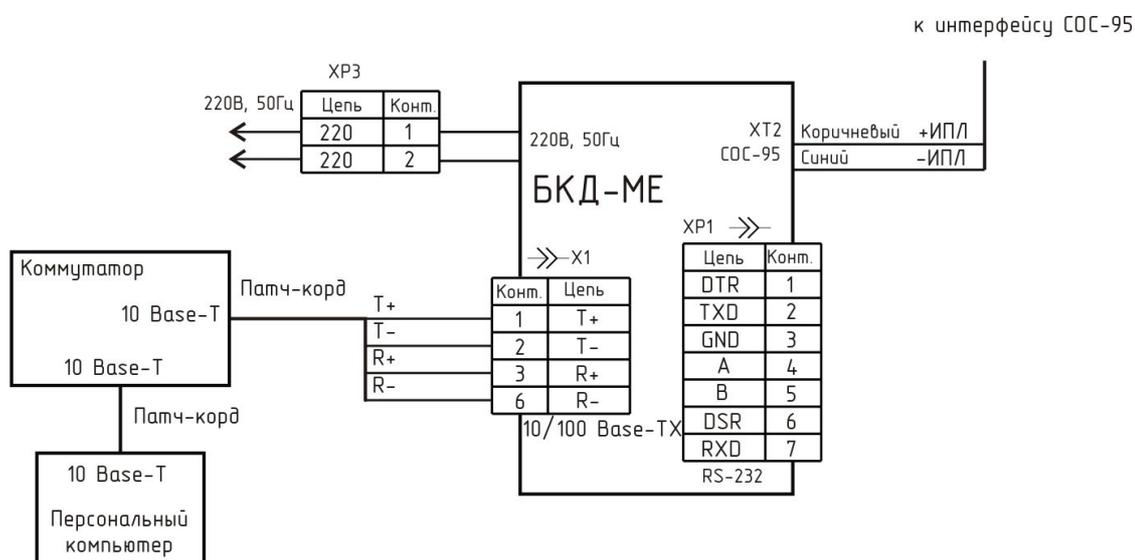

Рисунок 9
1) Подсоединить БКД-МЕ при помощи стандартного «пачкорда» к той же сети, в которой работает персональный компьютер, используемый для конфигурации БКД-МЕ (рисунок 9).
1) Подсоединить БКД-МЕ к той же сети Etnernet при помощи типового прямого «патчкорда», в которой работает персональный компьютер, используемый для конфигурации БКД-МЕ (рисунок 9).